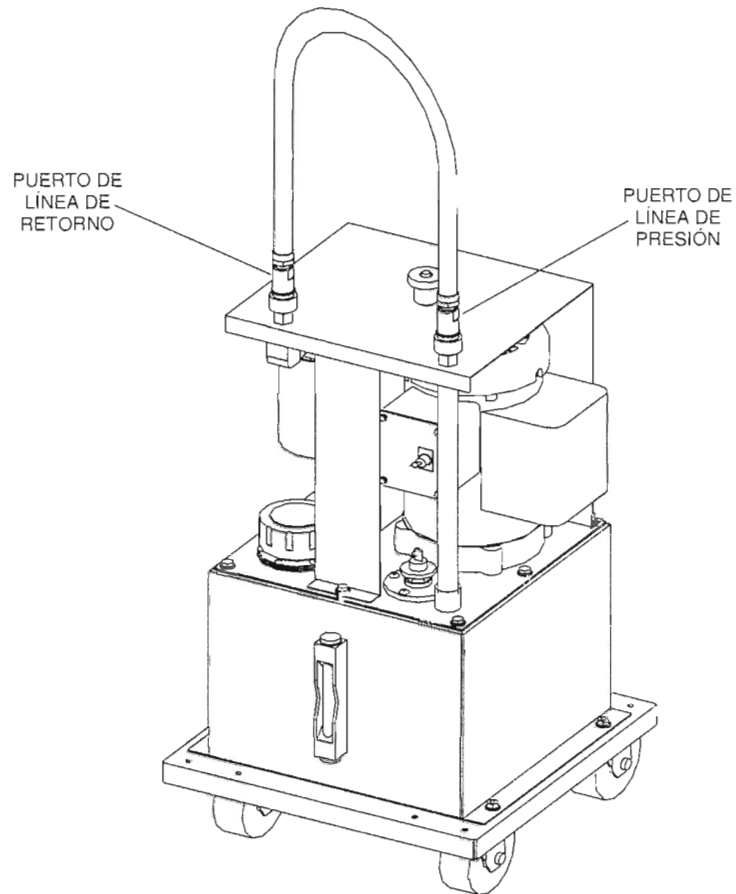

Figura 1-17. Circuito modificado.
- ☐ 14. Desconecte el extremo de la manguera conectado al orificio de entrada del colector de alimentación, luego conéctelo al orificio de la línea de retorno de la fuente de alimentación hidráulica, como se muestra en la Figura 1-17. Este circuito permite que todo el aceite bombeado regrese directamente al depósito por medio del filtro de la línea de retorno, de la fuente de alimentación hidráulica.